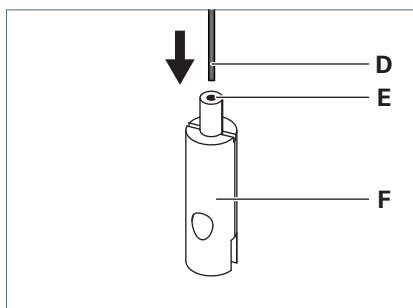

Fig. 15: Monter l'attache de câble.
- Faites passer le câble métallique **D** à travers la douille de guidage **E** de l'attache de câble **F**, voir Fig. 15.